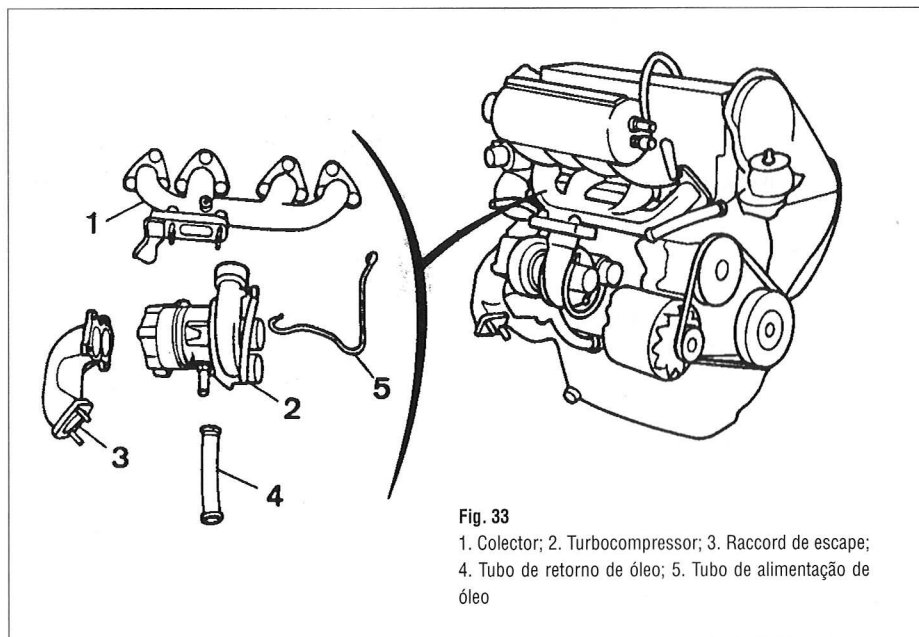

Fig. 33
2.2.8.1. Turbocompressor (Fig. 33)